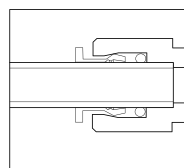

Fig.2
- ▶ Kontrollér, at røret er skubbet helt ind (fig. 2).